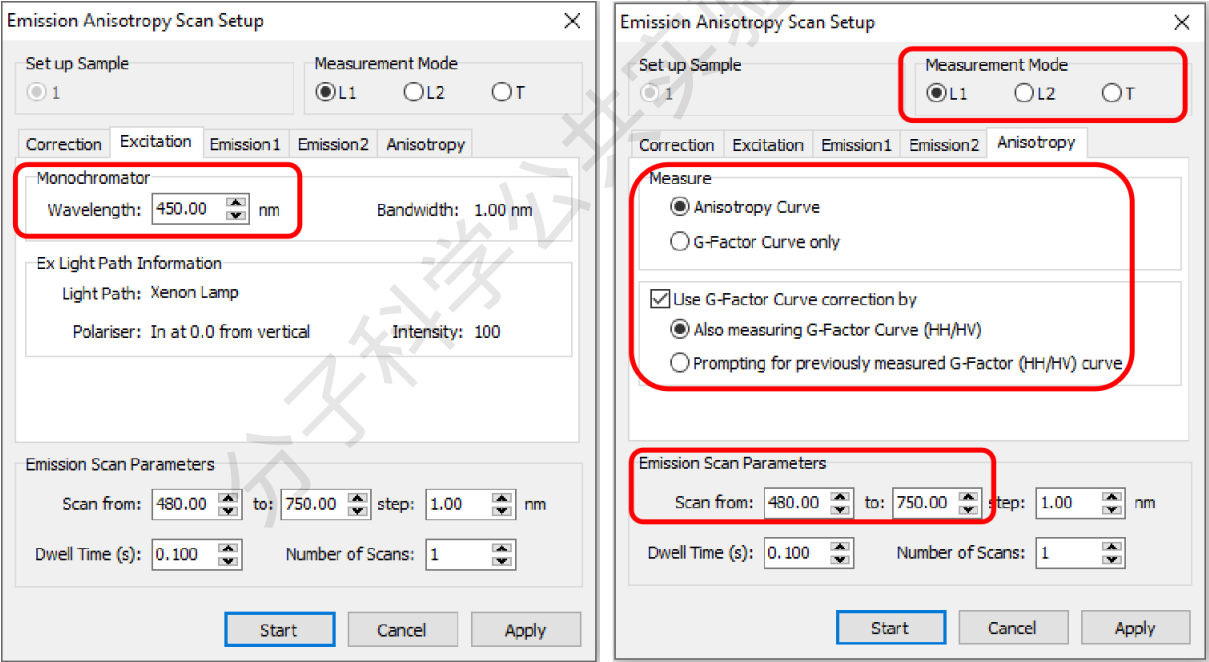

图 6-18 发射光谱各向异性测试
**发射光谱各向异性扫描：**在“λ”选项中选择【Anisotropy Scan】→【Emission】，Emission 设置规则和前面一样，其他设置参照图 6-18 设置，完成后点击 Start，仪器会自动扫描四条曲线，并自动生成发射光谱的各向异性和 G-Factor 曲线。